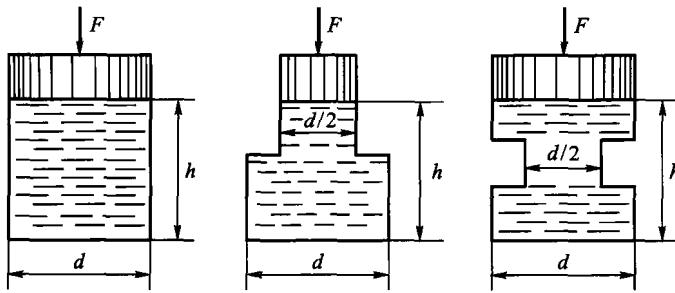

图 1.8
3. 图 1.8 所示各盛水圆筒，作用于活塞上的力  $F$  均为 3 kN。若： $d = 1 \text{ m}$ ,  $h = 1 \text{ m}$ ,  $\rho = 1000 \text{ kg/m}^3$ , 试求圆筒底部所受的压力及作用力。 $(0.01 \text{ MPa}, 11 \text{ kN}; 0.025 \text{ MPa}, 20 \text{ kN}; 0.01 \text{ MPa}, 11 \text{ kN})$